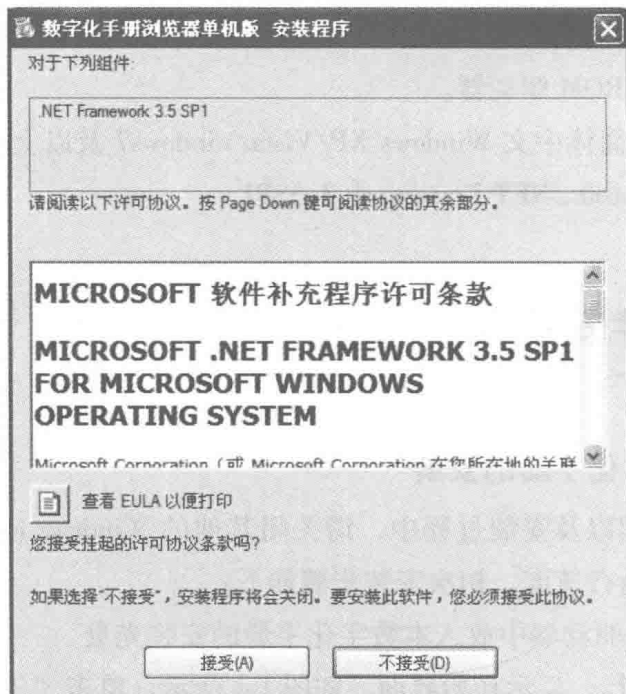

图 1-2 .NET 组件安装
3) 计算机提示是否接受安装“.NET Framework 3.5SP1”组件,如图 1-2 所示。